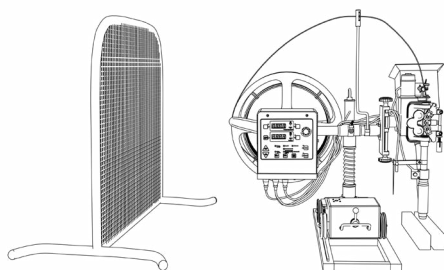

Рис. 8.12. Установка защитных экранов.
- При сварке на открытом воздухе защищайте сварочный трактор от порывистого ветра (см. рис. 8.12).